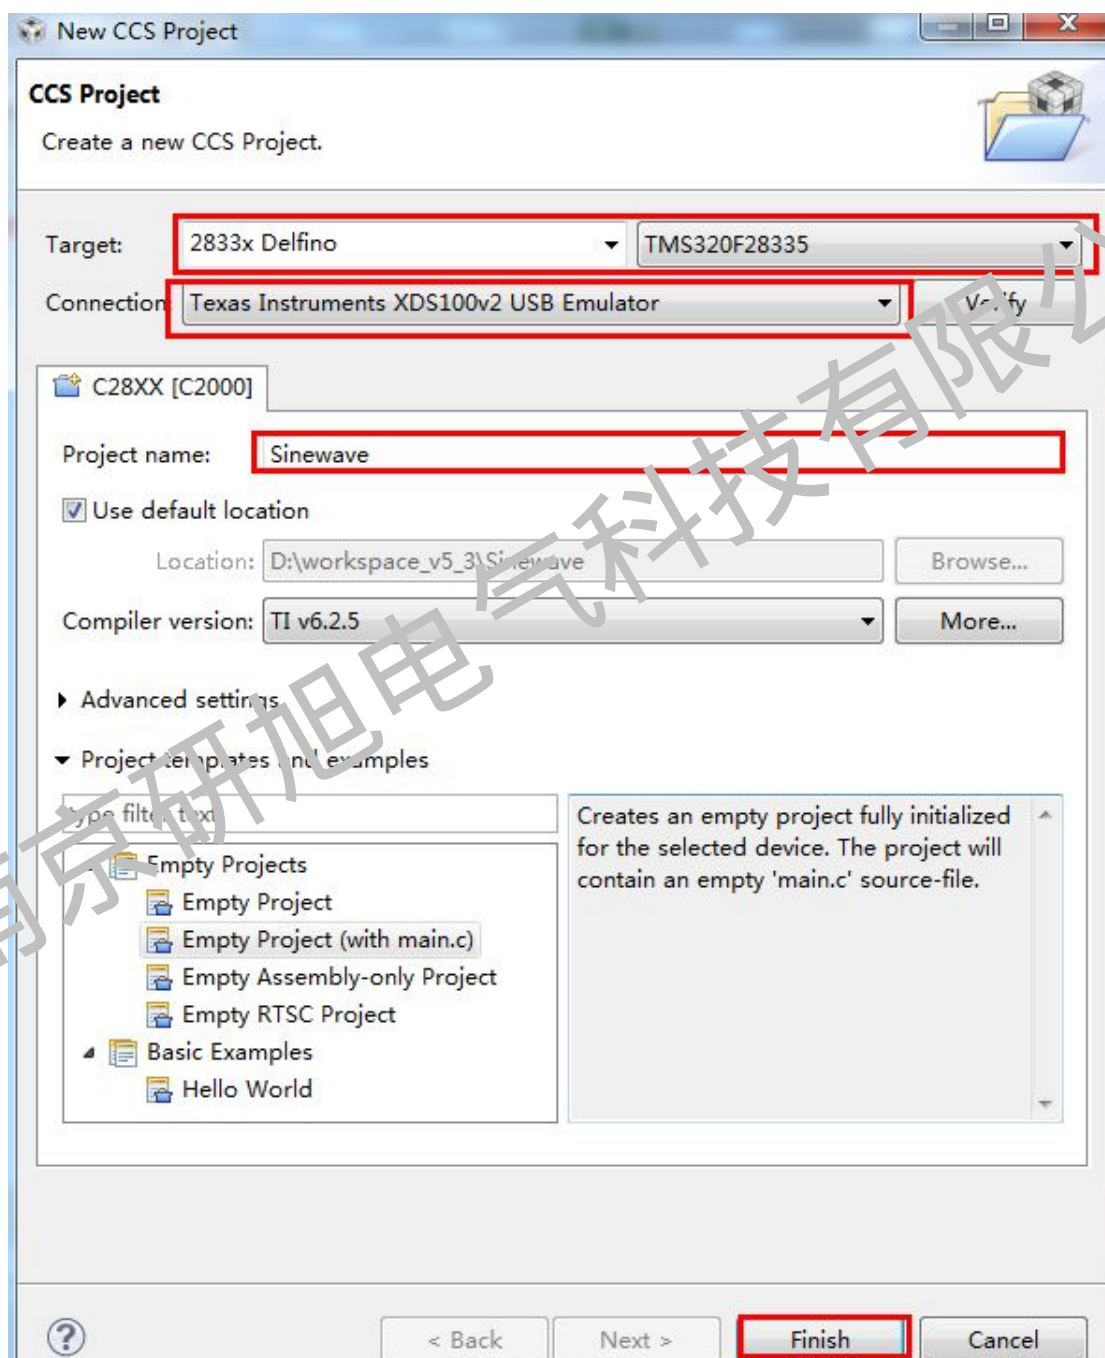

图 1-10-2
- ③ 在“Target”菜单中选择要使用的芯片类型。
④ 在“Connetion”里选择调试器。
⑤ 单击“Finish（完成）”创建项目。所创建的项目将显示在“C/C++ Projects（C/C++ 项目）”选项卡中，可随时用于创建或添加源文件，如下图 1-10-2 所示：